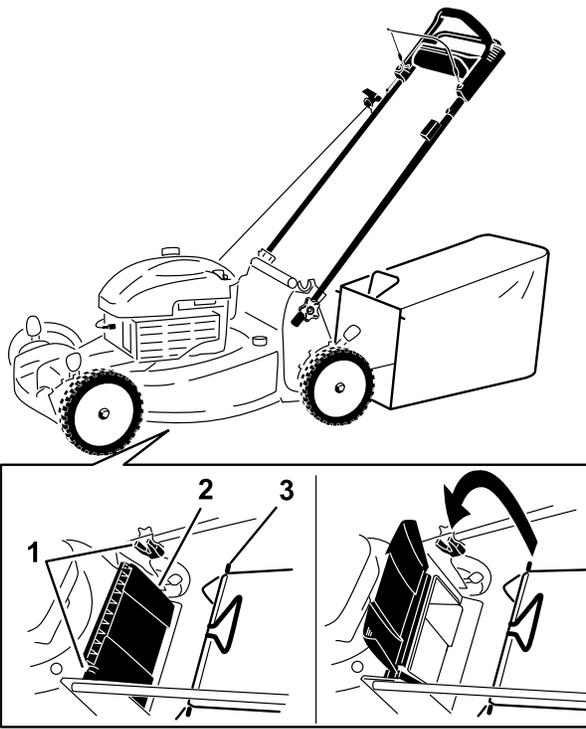

Figure 18
1. Soulevez le déflecteur arrière et gardez-le dans cette position (Figure 18).
2. Montez le bac à herbe en veillant à placer les ergots dans les crans du guidon (Figure 18).